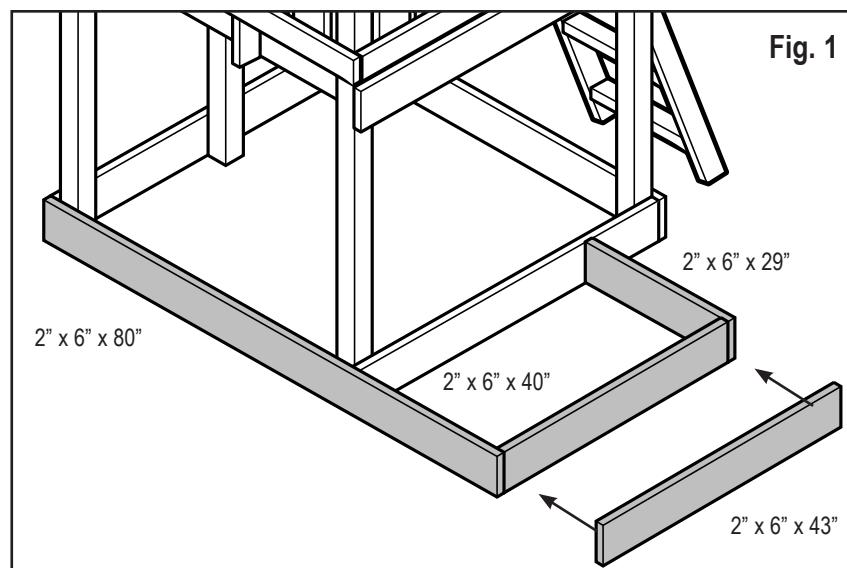

Fig. 1
3. Fixer une planche de 2 po x 6 po x 80 po à la base de l'unité comme le montre la figure 1 en utilisant quatre vis de 2 po par point d'assemblage. Percer des trous dans la nouvelle planche de base en perçant à travers les trous se trouvant déjà sur le montant. Insérer les boulons de carrosserie retirés plus tôt et les fixer au moyen des rondelles et écrous précédemment retirés.
4. Fixer les autres pièces de bois à l'unité comme le montre la figure 1 en utilisant trois vis de 2 po par point d'assemblage.